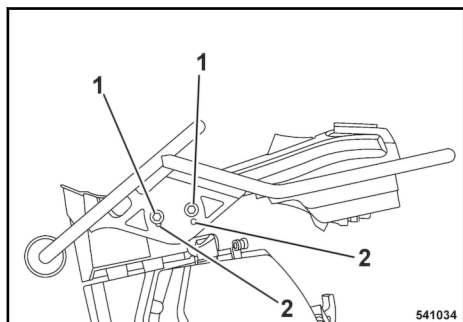

Fig. 11
O arco de guia pode ser ajustado para a altura do operador através dos orifícios (1) e (2) ↗ Fig. 11:
(1) posição inferior
(2) posição superior